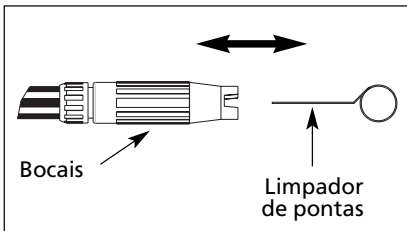

Figura 11
- Usando o limpador de bicos incluso, ou um clipe de papel desdobrado, insira o arame no orifício do bico e mova-o para frente e para trás até eliminar a obstrução (consulte a Figura 11).